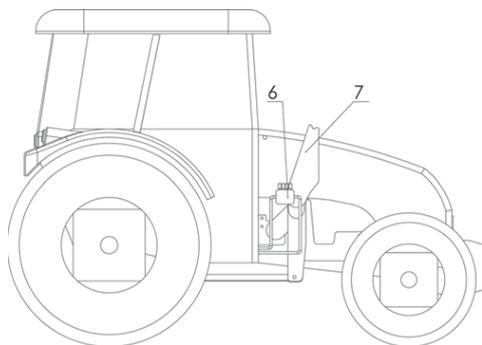

Abb. 8. Rahmenmontage auf dem Schlepper
Die Abbildung 8 zeigt den Schlepper mit dem montierten Rahmen. Von der rechten Seite des Rahmens (7) ist der hydraulische Zweisektionsverteiler des Laders (6) zu montieren. Den Verteiler an das System der Krafthydraulik des Schleppers anschließen.